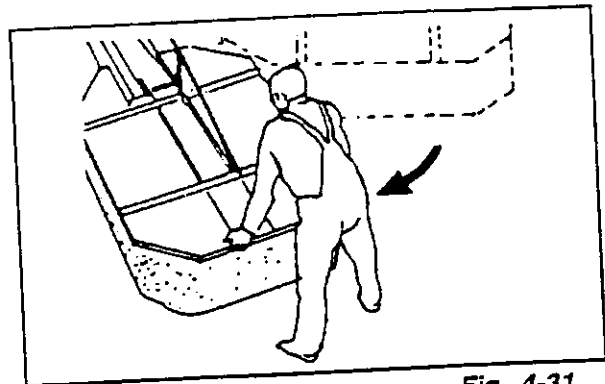

Fig. 4-31
6. Agarrar la segadora rotativa de tambor en la parte exterior y volverla a girar (Fig. 4-31), hasta